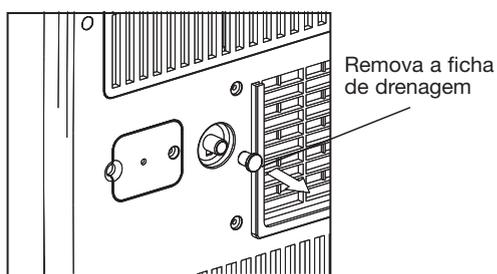

Fig. 6
- Nos modos de Arrefecimento e desumidificação, remova a ficha de drenagem da parte de trás do aparelho e instale em seguida a mangueira de drenagem e coloque a extremidade aberta da mangueira num recipiente (como um balde, por ex.). Consulte as Fig. 6 e 6a.